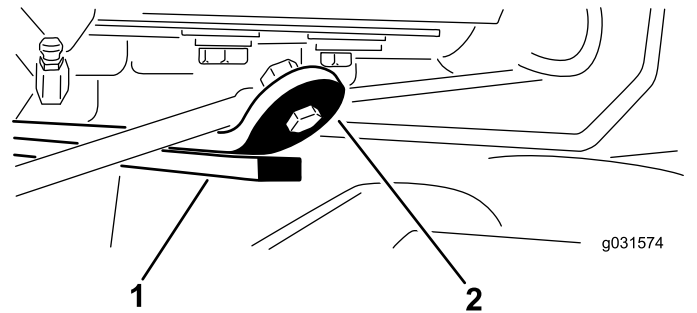

図 16
3. エンジンを始動し、昇降アームを上昇させて、後カッティングユニット上部にあるウェアのウェアストラップとバンパーストラップとの間のすき間が、0.51-2.54 mm になっていることを確認する 図 16。